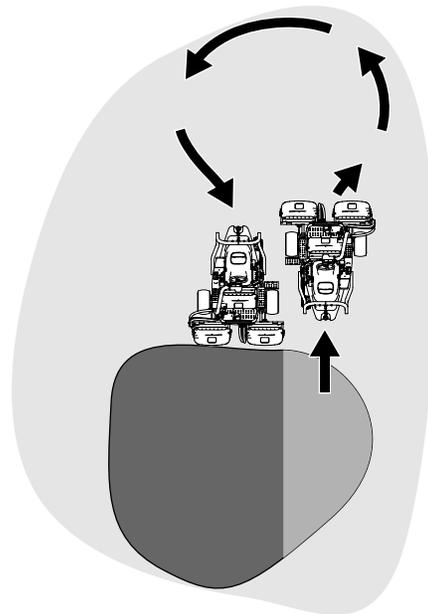

Figura 26
6. Para ganar tiempo y facilitar la alineación correcta para la pasada siguiente, gire la máquina momentáneamente en la dirección opuesta, y luego gire hacia la parte que todavía no está segada. Este movimiento forma un giro en forma de lágrima (Figura 26), que permite alinear la máquina rápidamente para la pasada siguiente.